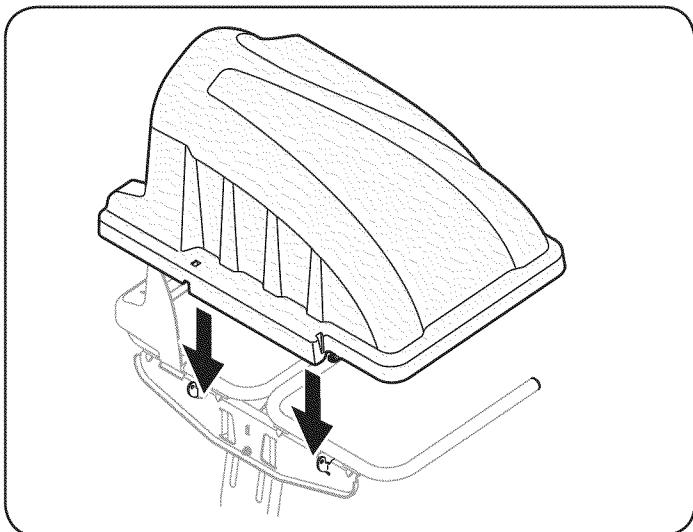

Figure 11
- Instale la cubierta de recogedor de hierba en el conjunto de soporte de la bolsa, como se ve en la Figure 11. La cubierta del colector de hierba va dentro de las dos lengüetas de montaje en el conjunto de soporte de la bolsa.